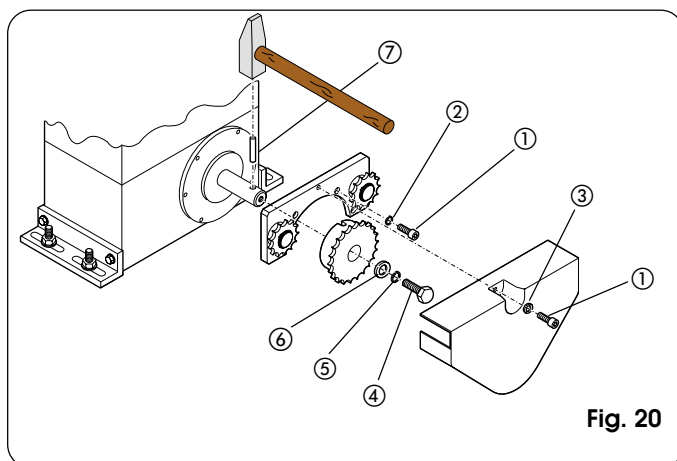
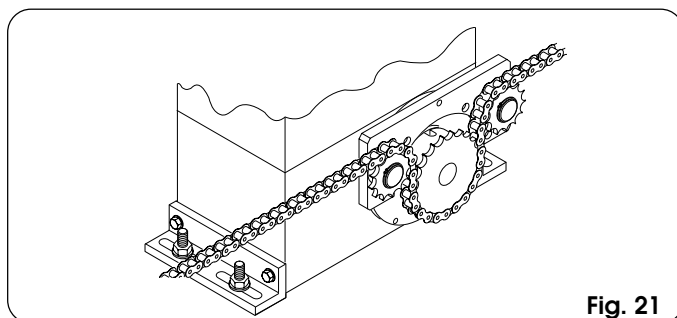

Fig. 20
Fig. 21
#### 4.5.2. MOD. 746 ER RF (Fig. 20 - 21)
- 1) Introduire le goujon élastique (7) dans l'arbre en utilisant un marteau.
- 2) Appliquer sur la bride du motoréducteur la patte des renvois fous, en utilisant les quatre vis (1) (M5 x 12) et les rondelles spécifiques (2) présentes dans le kit de la Fig.20.
- 3) Appliquer le pignon à chaîne sur l'arbre en faisant coïncider les logements du pignon sur le goujon élastique et serrer la vis (4) et les rondelles spécifiques (5) et (6).
- 4) Passer la chaîne d'après la Fig.21 et monter le carter de protection avec la vis (1) et la rondelle (3) d'après la Fig.20.